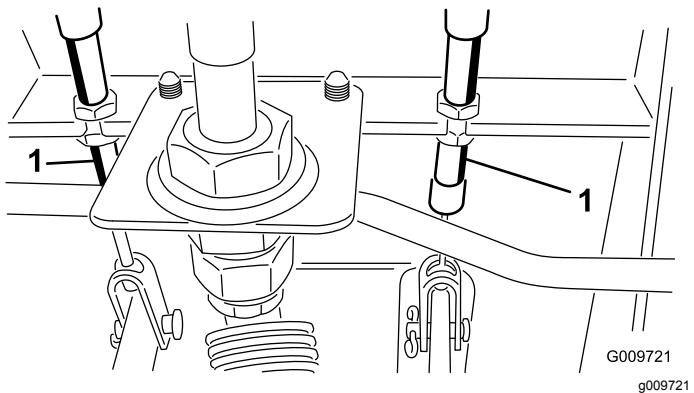

図 54
A. ブレーキケーブル図 54 の端にある前ナットをゆるめる。